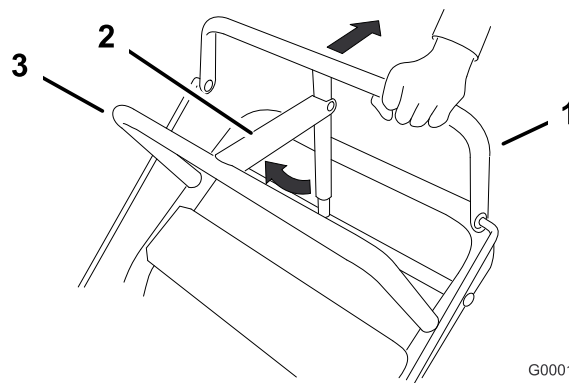

Figura 7
1. Tirate indietro la barra di comando superiore (Figura 7) e mantenetela in questa posizione.
2. Sollevate la leva del freno di stazionamento (Figura 7) e rilasciate gradualmente la barra di comando superiore. La leva del freno dovrebbe rimanere nella posizione innestata (bloccata).